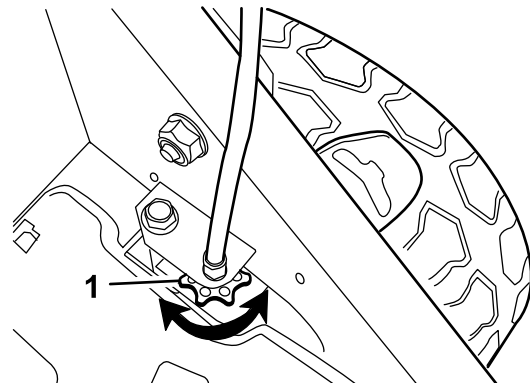

Figura 22
- Dacă roile nu se învârt când acționați bara pentru propulsia automată, curea unității de traciune este slăbită. Răsucii o dată butonul de control al unității de traciune (Figura 22) în sensul acelor de ceasornic și repetați pașii de la 3 la 5.
- Dacă roile se învârt înainte să acționați complet bara pentru propulsia automată, curea unității de traciune este prea strânsă. Răsucii o dată butonul de control al unității de traciune (Figura 22) în sens invers acelor de ceasornic și repetați pașii de la 3 la 5.